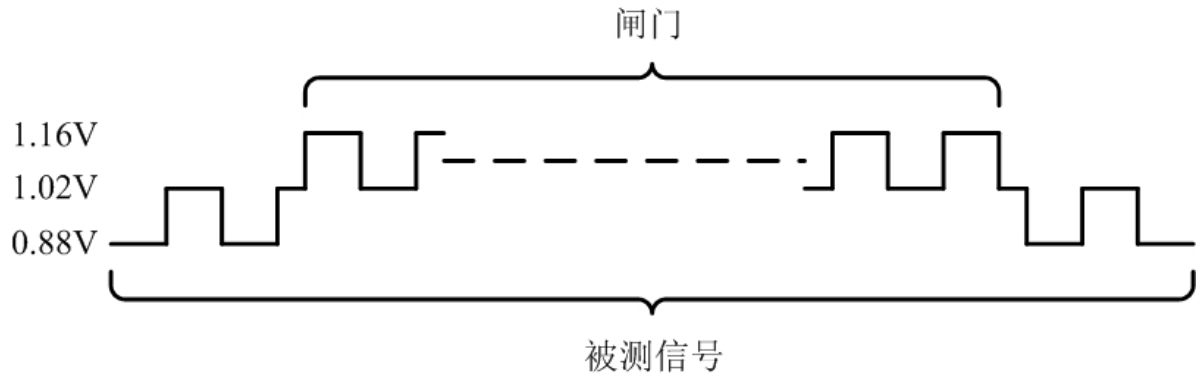

图 3-4 波形观察输出示意图
- 7) 波形观察：此信号为闸门/中频的复合信号，通过观察此信号，用户可得知所测为中频的哪一部分。在外部门/脉冲载波测量时，此信号尤为有用，见图 3-4。
后面板输出的波形观察信号可指示中频信号与门信号相互作用的过程。一般用示波器观察，输出的典型波形如图 3-4 所示，图中电平范围在 1.02~1.16 之间的信号为门信号出现的位置，可方便地观察到门信号与中频信号之间的时序关系。